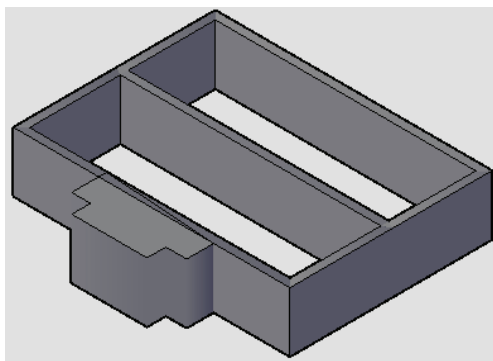

图 3-77 三维效果
7) 将当前视图转换为“西南等轴测视图”, 查看创建墙体造型的三维效果, 如图 3-77 所示。